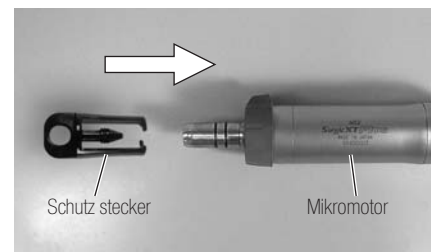

Abb. 23
- Schutz stecker auf den Mikromotor stecken (Abb. 23).